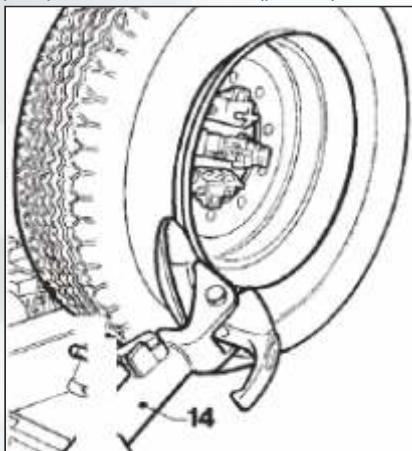
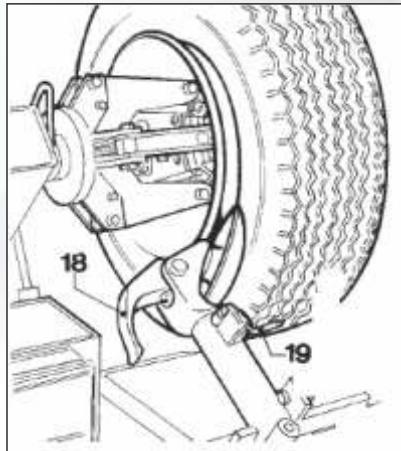

Рисунок 14
Рисунок 15
- 3) Установите кронштейн съемного рычага покрышки 14 (рис.14) в рабочее положение и дайте ему зафиксироваться.
- 4) При помощи переносного блока управления маневрируйте колесом до тех пор, пока внешняя часть обода не появится из-за диска (рис. 14).
- 7) Отведите кронштейн съемного рычага покрышки 14 (рис.14) в сторону и установите его в не рабочее положение, откав его установочную рукоятку, затем переведите его во второе рабочее положение (рис.15).
8) Нажмите на рукоятку установки съемного рычага 19 (рис.15) и поверните головку рукоятки на 180°, пока он автоматически не зафиксируется.